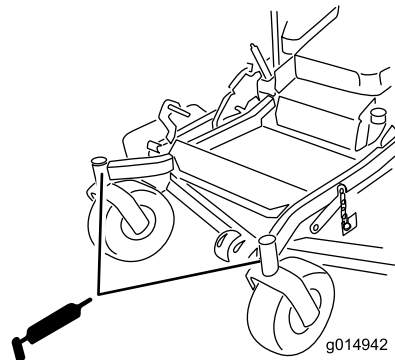

Figure 41
- Remettez le bouchon hexagonal et le capuchon antipoussière en place (Figure 41).